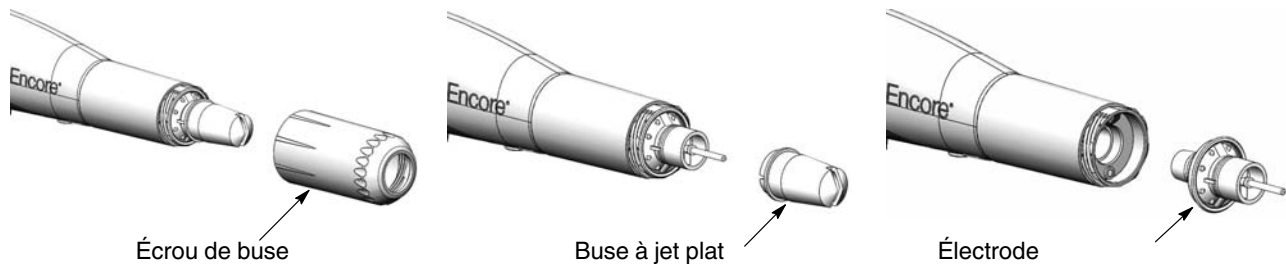

Figure 4-6 Remplacement d'une buse à jet plat
2. Voir la figure 4-6. Dévisser l'écrou de la buse en le tournant en sens inverse des aiguilles d'une montre.